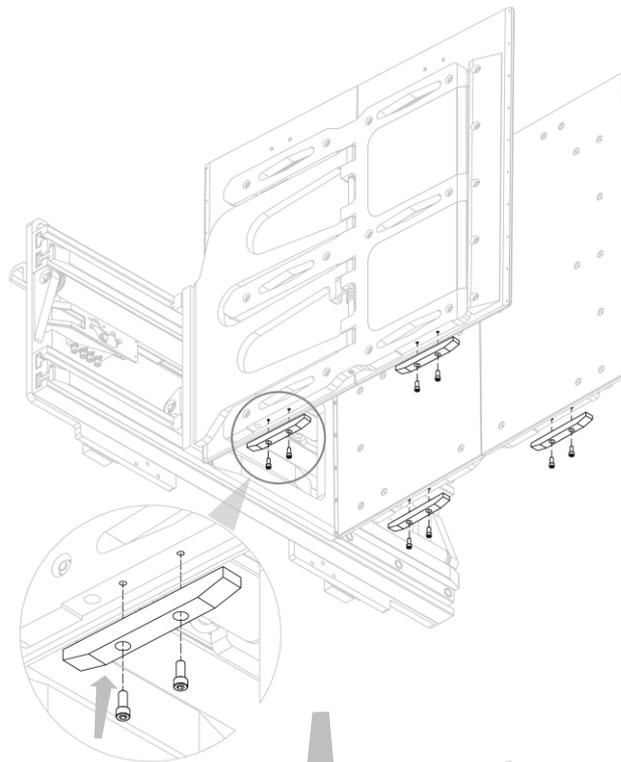
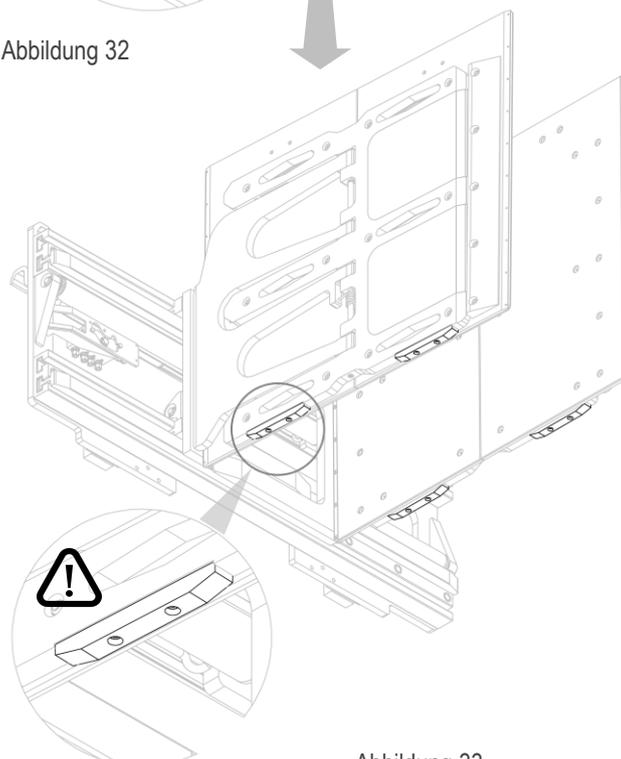

Abbildung 32
Abbildung 33
2. Schrauben Sie die unteren Schleifschutz-Gleitschuhe aus Ertalon an den fertigen Bohrungen fest (siehe *Abbildung 32* und *Abbildung 33*).